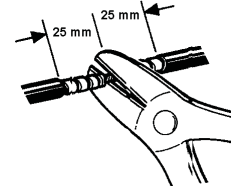

Bild 4
- Dann Welle in der Mitte mit einem Seitenschneider trennen (Bild 4).